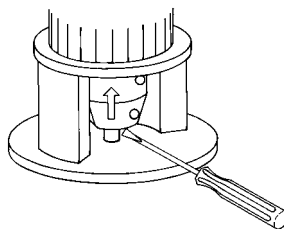

Fig. 16 Ridicarea cuplajului și arborelui pompei
3. Cu o șurubelniță sau o unealtă similară ridicați cuplajul și arborele pompei cât mai mult posibil (spre motor), astfel încât pompa și arborele motorului să se atingă. Vezi fig. 16.